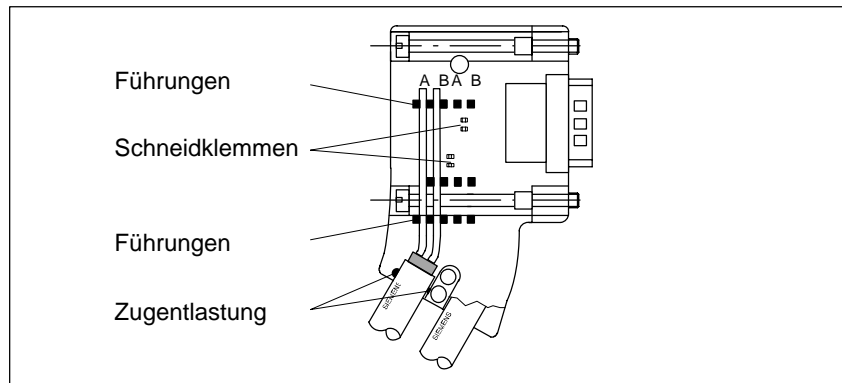

Bild 4-20 Buskabel am Busanschlußstecker (6ES7 972-0BA30-0XA0) anschließen
4. Legen Sie die grüne und die rote Ader in die Führungen über die Schneidklemmen ein gemäß Bild 4-20.